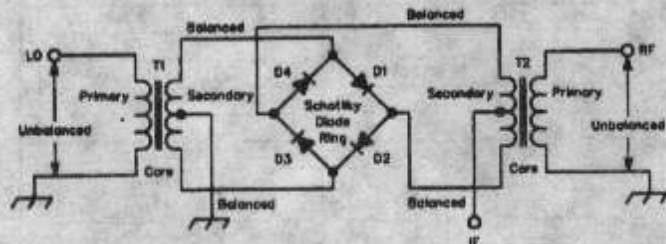

Fig. 1 Un mixer dublu - echilibrat cu diode (DBM) este compus din două transformatoare de adaptare neechilibrat/echilibrat și un inel de diode Schottky.
Un DBM (Fig. 1) este compus din două sau mai multe transformatoare (de adaptare, de tip neechilibrat - echilibrat) și un inel de diode compus din  $4 \times N$  diode unde  $N$  reprezintă numărul de diode din fiecare braț al inelului. Fiecare braț este compus, în mod obișnuit, din una pînă la patru diode. Porturile de intrare și ieșire, sunt denumite în mod uzual: intrare de la oscilatorul local (LO), intrare de radiofrecvență (RF) și ieșire de frecvență intermediară (IF); aceasta din
Făcînd din nou referire la Fig. 1 energia provenită de la oscilatorul local (LO), aplicată prin T1 (un transformator 1:4) diodelor D4-D1 și D2-D3 ale inelului, forțează D1 și D2 în conducție completă pentru semialternașele pozitive ale semnalului de la LO. D3 și D4 conduc pe durata semialternașelor negative. T2, deasemenea un transformator 1:4 aplică semnalul de la portul de RF la terminalele D1-D2 și D3-D4 ale inelului. Oscilatorul local ( $f_{LO}$ ) comută semnalul de RF ( $f_{RF}$ ) la portul de ieșire (IF -  $f_{IF}$ ). Se produce o multiplicare a celor două frecvențe. Drept rezultat la ieșirea IF se găsesc două frecvențe dominante,  $f_{LO}+f_{RF}$  și  $f_{LO}-f_{RF}$ , pe lângă produșii armonici realizați din  $f_{LO}$  și  $f_{RF}$ .
radiofrecvență prezintă la porturile RF și LO se regăsește la portul IF, pe lângă produșii de mixare. Un mixer neechilibrat nu elimină nici semnalul RF, nici pe cel de la LO; ambele se regăesc la ieșirea IF. Un mixer echilibrat elimină de la ieșirea IF fie semnalul de RF, fie semnalul de la LO, dar nu pe amîndouă. Un mixer dublu-echilibrat elimină din semnalul de la ieșirea IF atât semnalul de la LO cît și semnalul de la RF. Echilibrarea perfectă a diodelor și transformatoarelor în circuitul din Fig. 1 conduce la potențiale egale la prizele centrale ale transformatoarelor T1 și T2. Tensiunea de la priza centrală a lui T1, privită dinspre LO, este zero (este la masă); deasemenea la ieșirea IF, tensiunea produsă de LO este zero. Lucrurile se petrec asemănător și în ceea ce privește portul RF.
Circuitul din Fig. 1 permite, mai mult, obținerea unei bune izolări între porturile RF și LO, deoarece comutarea diodelor evită conectarea directă între T1 și T2. Un mixer dublu -echilibrat cu diode poate fi utilizat drept comutator comandat în curent, sau ca atenuator, prin aplicarea unei tensiuni de curent continuu la portul IF. Acest lucru conduce la intrarea în conducție (bruscă sau progresivă, depinde de nivelul semnalului de curent continuu și de forma sa de variație în timp) a diodelor situate în brațe opuse (D2 și D4, de exemplu), cuplînd astfel transformatoarele T1 și T2 între ele.